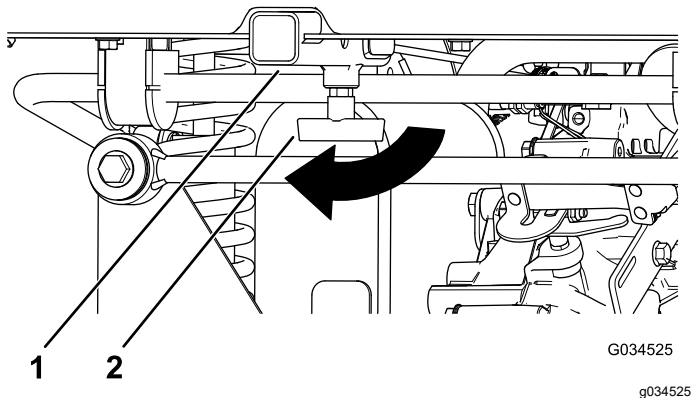

图 17
1. 顺时针旋转“T”形手柄松开手柄图 17。
2. 将配件插入接收器直至孔对齐图 17。